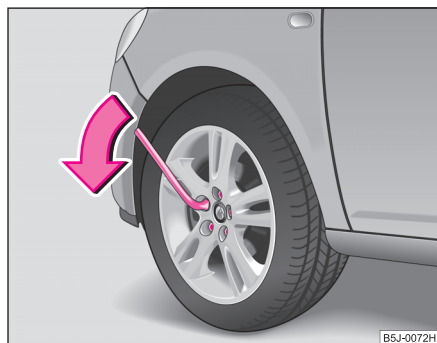

Fig. 171 Înlocuirea roții: Slăbirea prezoanelor de roată
- Prindeți cu mâna capătul cheii și rotiți șurubul cca. o rotație spre stânga ⇒ fig. 171.